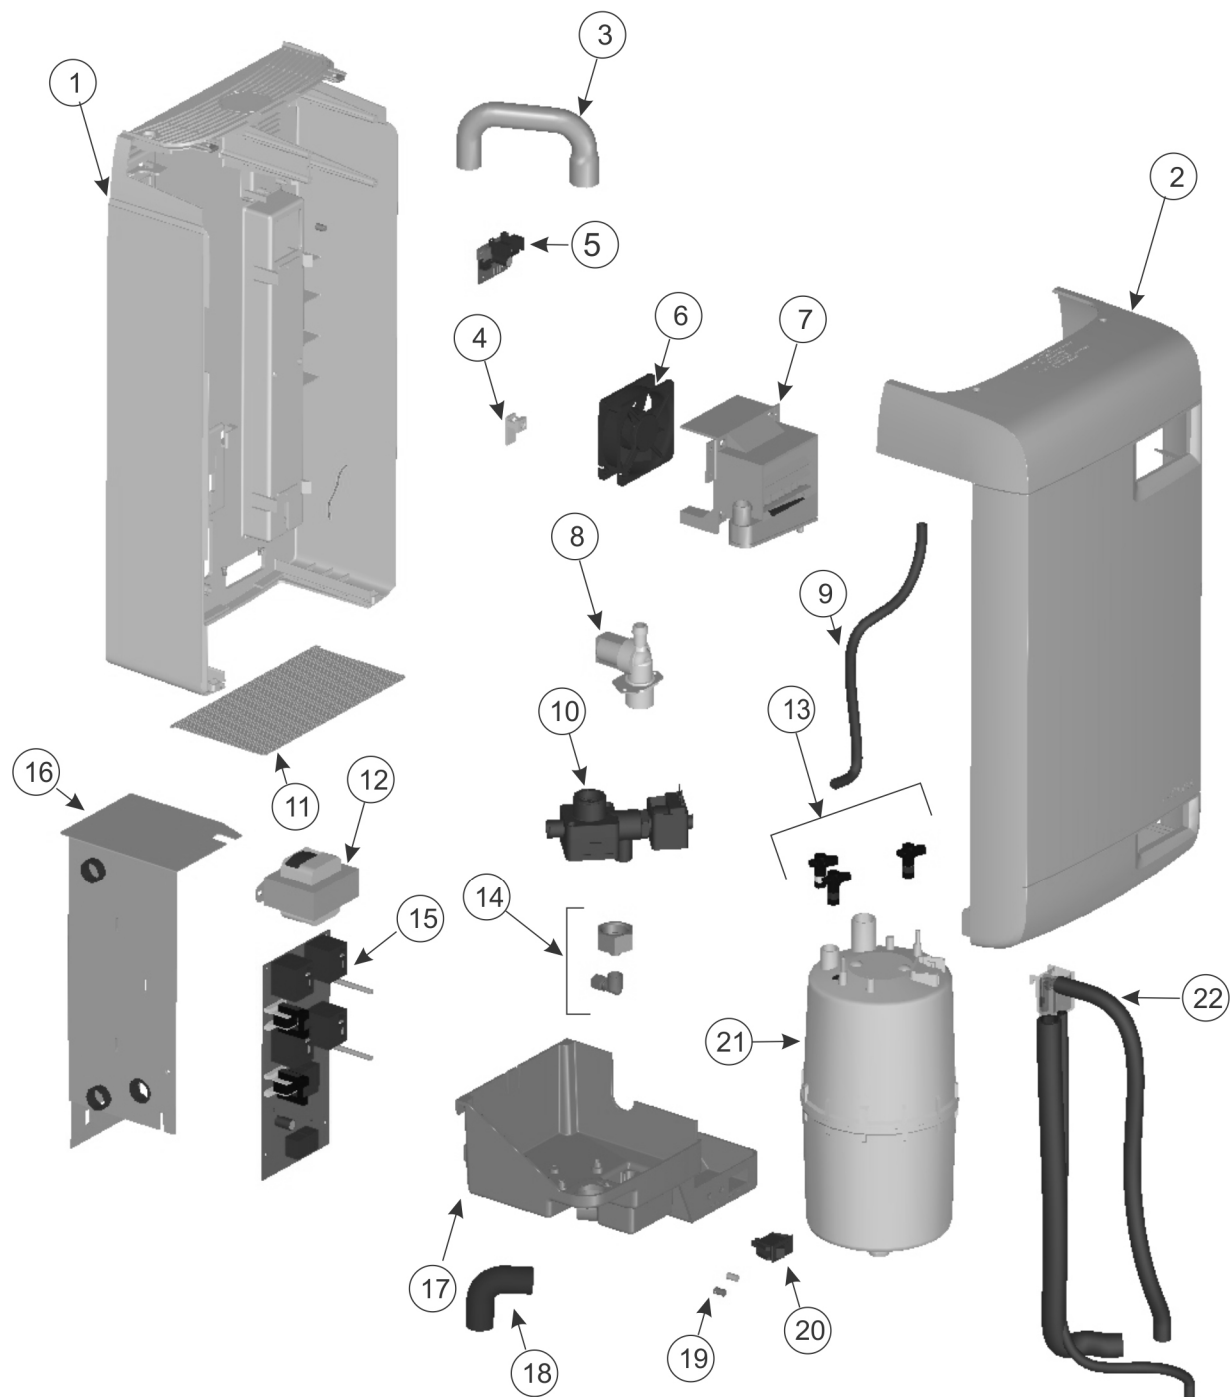

Figure 37: Vue éclatée de l'humidificateur WH
**Légende** Figure 37 à la page 51